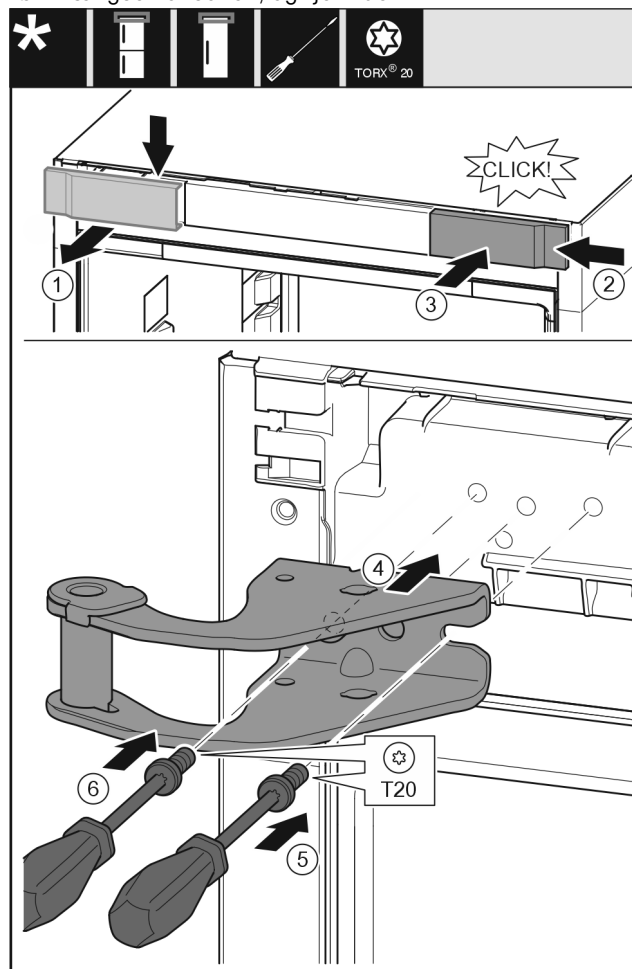

Fig. 14
- Tag afdækningen af opefter. Fig. 14 (1)
- Drej afdækningen 180°, og anbring på plads i den anden side fra højre. Fig. 14 (2)
- Sørg for, at afdækningen går i indgreb. Fig. 14 (3)
- Anbring den øverste hængselkonsol. Fig. 14 (4)
- Sæt skruen i med skruetrækkeren T20, og stram den. Fig. 14 (5)
- Sæt skruen i med skruetrækkeren T20, og stram den. Fig. 14 (6)